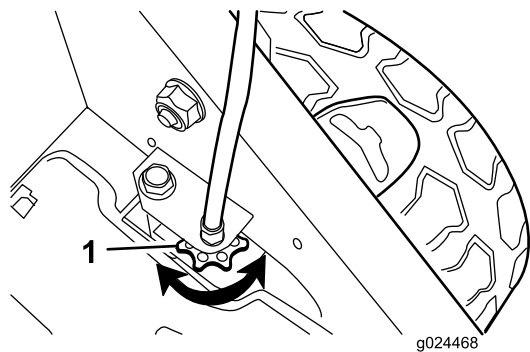

Figure 26
- Avec les doigts, appliquez de l'huile sur le joint du filtre neuf (Figure 26).
- Si les roues ne tournent pas quand vous engagez la barre de commande d'autopropulsion, la courroie de déplacement n'est pas assez tendue. Tournez une fois la molette de commande des roues (Figure 26) dans le sens horaire et répétez les opérations 4 à 6.
- Si les roues tournent quand vous engagez la barre de commande d'autopropulsion, la courroie de déplacement est trop tendue. Tournez une fois la molette de commande des roues (Figure 26) dans le sens antihoraire et répétez les opérations 4 à 6.